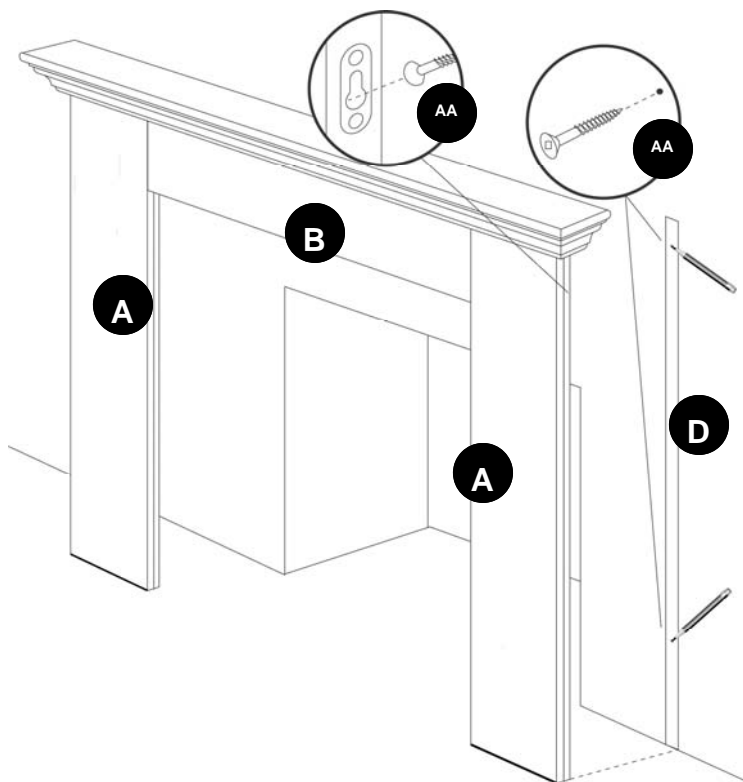

Fig. 4
À l'aide du gabarit (D) fourni, déterminez et marquez l'emplacement des vis sur le mur. Retirez le gabarit (D) et posez les vis (AA) (ou les dispositifs d'ancrage pour murs creux [BB]). Fixez le manteau (vendu séparément) et le contour au mur, et serrez les vis (AA) au besoin (figure 4).